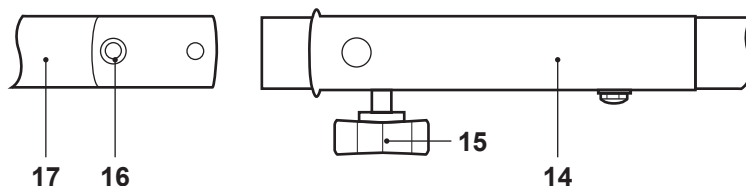

Fig. 2
- > Orientez le tube inférieur [17] de façon à aligner sa butée [16] avec le trou central du collier de serrage [14] (Fig. 2).